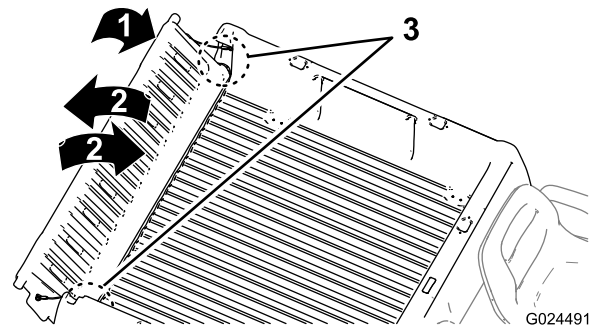

Figura 19
2. Abra la compuerta trasera a un ángulo de 45° aproximadamente (Figura 19).
3. Mueva el portón trasero varias veces hacia adelante y hacia atrás, con breves sacudidas (Figura 19).